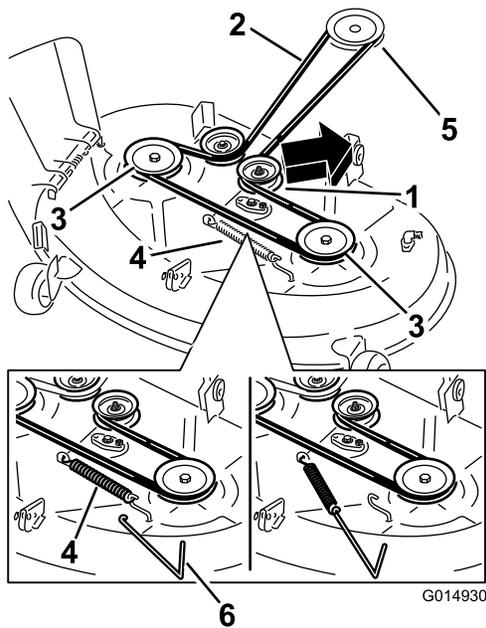
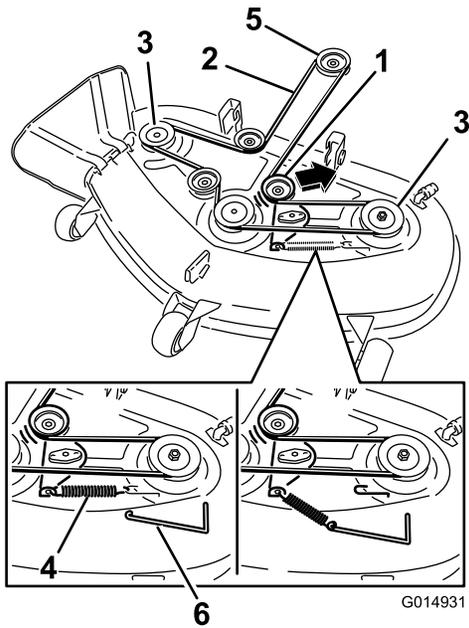

Figura 66
Figura 67
5. Utilize um removedor de molas (peça Toro n.º 92-5771), remova a mola intermédia do gancho da plataforma para retirar tensão da polia intermédia e role correia para fora das polias (Figura 66 e Figura 67).
7. Utilize um removedor de molas, instale a mola intermédia por cima do gancho da plataforma para colocar tensão na polia intermédia e na correia do cortador (Figura 66 e Figura 67).
6. Coloque a nova correia em redor da polia do motor e nas polias do cortador (Figura 67).